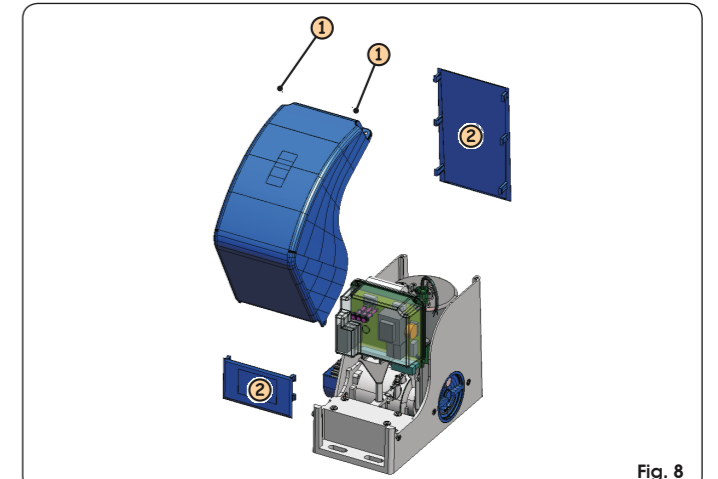

Fig. 8
- Quite la tapa del motor, para ello destornille completamente los 2 tornillos de fijación superiores (Fig.8 ref. ①).
- Retire las 2 protecciones laterales (Fig.8 ref.②).